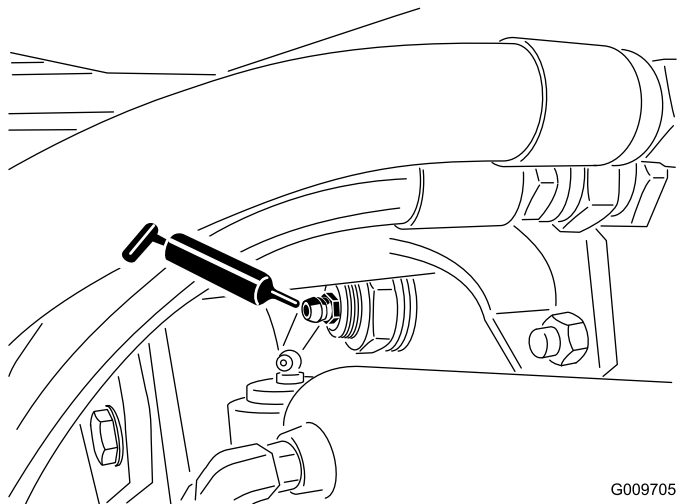

Figure 27
- Bagues de pivot d'essieu arrière (2) (Figure 27).